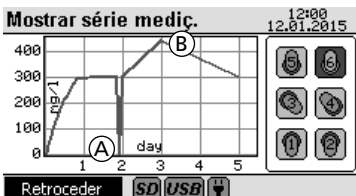

Figura 11
**Underrange (A)** será representado por um zero e **Overrange (B)** com o valor de medição máximo que for possível apresentar. Se uma medição for incorreta, o valor de medição dessa localização será ignorado, ver Figura 11.